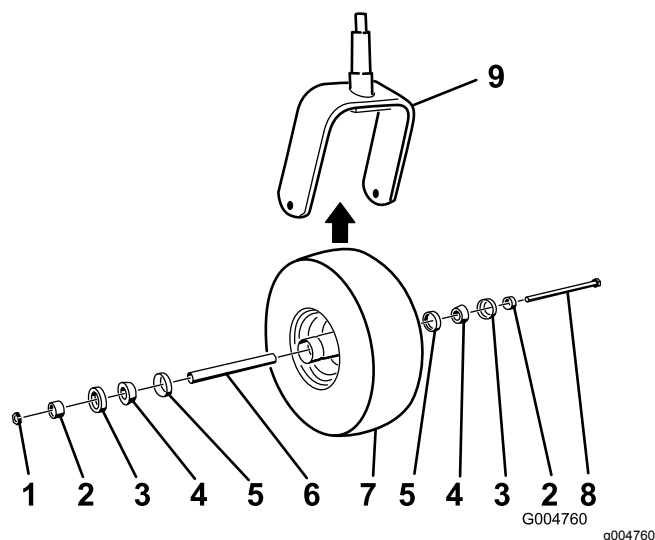

Figura 42
2. Retire a porca de bloqueio do parafuso (Figura 42).
5. Monte a roda empurrando os rolamentos cônicos e vedantes, cheios de massa lubrificante, para dentro do cubo da roda, posicionado conforme ilustrado em Figura 42.